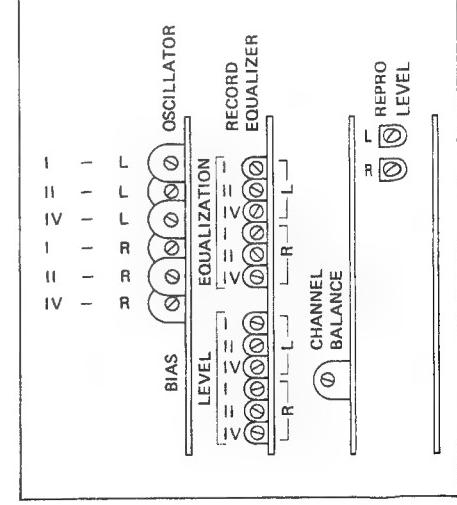

Fig. 5.3
- Den Generatorpegel verändern, bis am linken Ausgang 0,775 V anstehen. Mit dem Trimmsteller CHANNEL BALANCE (Fig. 5.3) den rechten Kanal auf den gleichen Pegel einstellen.
- Vary generator level until 0.775 V is available at the left-hand output. Adjust right-hand channel to identical level with the aid of CHANNEL BALANCE trimmer potentiometer (Fig. 5.3).
- Ajustez le niveau du générateur jusqu'à ce que la sortie gauche délivre 0,775 V. Réglez le canal droit au même niveau grâce au trémie CHANNEL BALANCE (fig. 5.3).
- Ajustez le trimmer PEAK METER CALIBRATION (fig. 5.3) pour les deux canaux de façon à ce que les deux segments situés à gauche du symbole DOLBY (0 dB) s'allument à peine.
- Wiedergabepegel mit den Trimmopotentiometern REPRO LEVEL L und R so einstellen, dass am LINE OUTPUT +2 dBu (0,97 V) ansteht (Fig. 5.3).
- Adjust reproduce level with trimmer potentiometers REPRO LEVEL L and R in such a manner that +2 dBu (0.97) V is available at the LINE OUTPUT (Fig. 5.3).